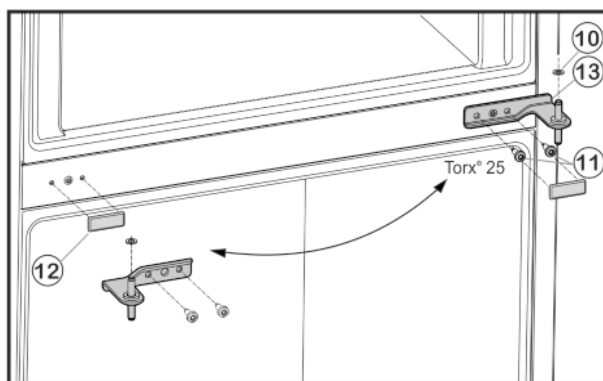

Fig. 5
- Odšroubujte upevňovací šrouby Fig. 5 (11) (2 x Torx® 25) a stojan ložiska uprostřed vytáhněte ze spodních dvířek.
- Vyjměte plastovou podložku Fig. 5 (10).
- Kryt Fig. 5 (12) opatrně stáhněte.
- Kryt Fig. 5 (12) opět nasad'te na protilehlé straně.
- Prostřední stojan ložiska Fig. 5 (13) otočený o 180° nasad'te do spodních dvířek a našroubujte jej pomocí upevňovacích šroubů Fig. 5 (11) (2 x Torx® 25) pevně na novou stranu závěsu dveří (4 Nm).
- Opět nasad'te plastovou podložku Fig. 5 (10).
- Horní dvířka usad'te na prostředním ložiskovém čepu Fig. 5 (13).